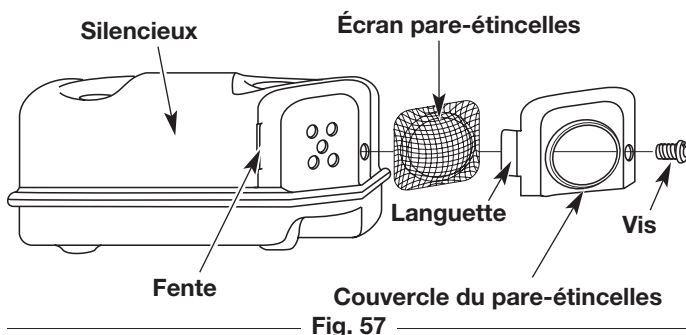

Fig. 57
2. Retirez la vis retenant le couvercle du pare-étincelles au silencieux à l'aide d'un tournevis à lame plate ou à mèche no. T-20 Torx (Fig. 57).